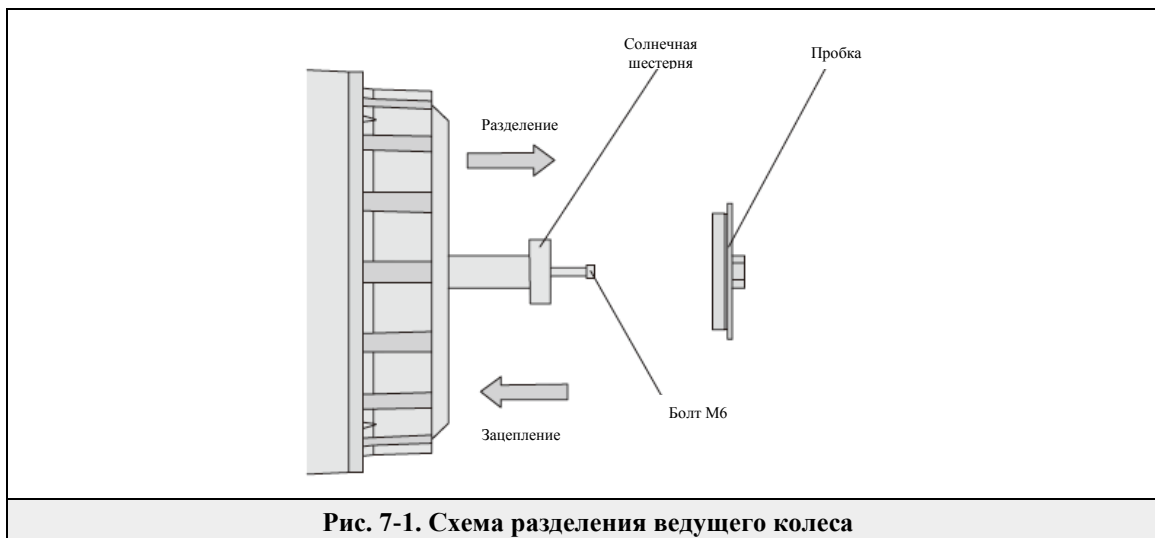

Рис. 7-1. Схема разделения ведущего колеса
- 5) Если необходимо использовать лебедку для буксировки мобильной подъемной рабочей платформы, разделите ведущие колеса и тормоза перед буксировкой и снова включите тормоза в обратном порядке после буксировки. см. рис. 7-1. Операция разделения тормоза ведущего шкива осуществляется следующим образом:
- ① Прижать колеса клином для предотвращения прокрутки машины.
- ② Снять заглушку ключом, вставить болт М6 в резьбовое отверстие солнечного колеса, которое находится в системе планетарной шестерни с низким крутящим моментом. Снять солнечное колесо и затянуть заглушку.